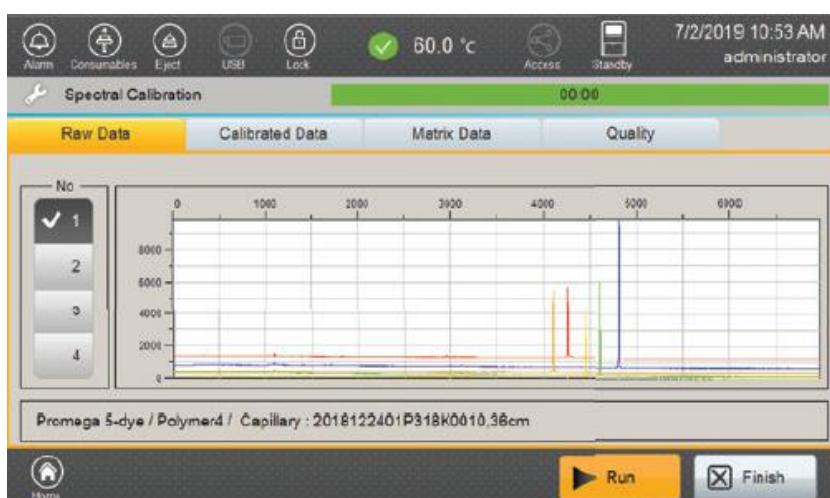

図 53 Spectral calibration “Raw Data” tab 画面
- Raw Data タブ (図 53) を選び、それぞれのキャピラリーの raw data を確認します。画面左のリストから確認したいキャピラリーを選択します。 アルゴリズムによって、考慮される蛍光標識フラグメントの最小ピークは、500 Relative Fluorescence Units (RFU) です。この値以下のピークを持ったキャピラリーは spectral calibration が失敗となります。また、ピークがサチュレーションしていないことを確認してください。(raw data の最大 RFU 値は、32767RFU です) もしサチュレーションを起こしている場合、spectral calibration standards を希釈してください。